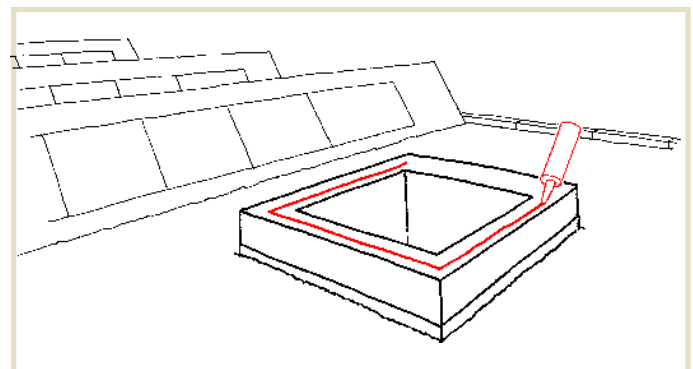

Рис. 32: Покрытие монтажного основания герметиком
- Наложите герметик (силиконовый, полиуретановый и т.п.) на монтажное основание (см. Рис. 32).